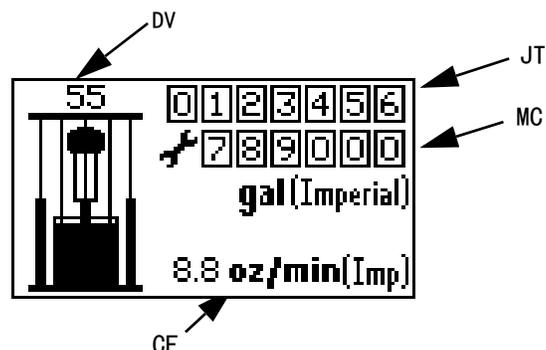

图 4：运行模式屏幕
3. 当进程条从左向右移动时，将显示初始屏幕（图 3）。然后，它将直接转至运行模式（图 4）。
请参见图 2 和图 4。
2. 处于填料模式时，工作计数器 (JT) 为空白状态且不会计数。然而，维护计数器 (MC) 将继续递减。
3. 当安装新料桶时，在填料模式中按下并按住  键，将剩余料桶容积 (DV) 复位到料桶容积 (DF)。
4. 若需退出填料模式，按下  键。填料标志将消失，同时 LED 指示灯将停止闪烁；屏幕将返回到运行模式 (图 4)。
**注释：**如果在进入设置屏幕一分钟内没有按下任何键，系统将返回到运行模式 (图 4)。
- a. 按下并释放  键，从运行模式进入诊断模式 (图 4)。